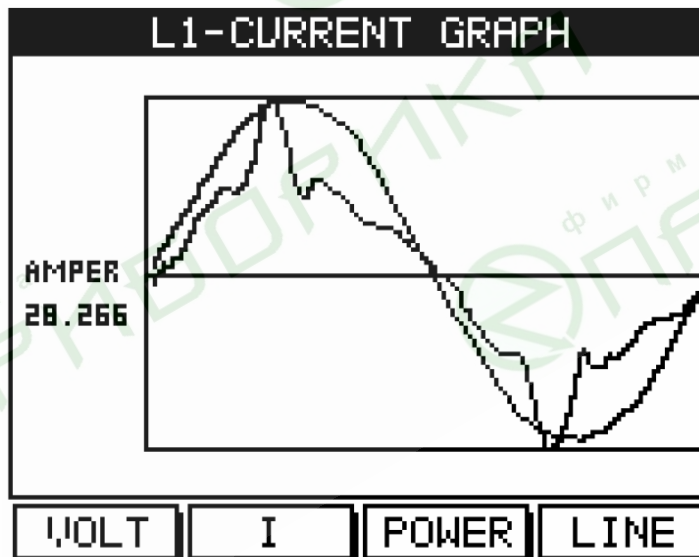

Рис. 31
1. Нажмите «I» (F2). На дисплей будет выведен график формы тока (рис. 31):